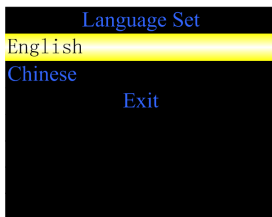

Figura 5.4 Menu di impostazione della lingua
- 2) Il menu di impostazione della lingua viene mostrato come in Figura 5.4